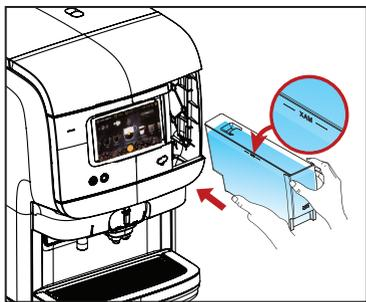

图 4
4. 用新鲜、干净的水加注水箱至最高水位，然后将其放回咖啡机中。（见图 4）